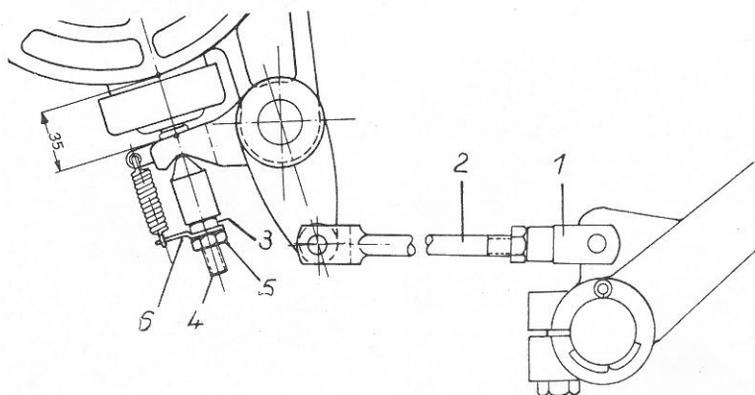

fig. 208
Les freins à pied sont réglés de manière que la distance entre la chape du renvoi et le bord du boîtier de frein soit d'env. 35 mm lorsque la pédale est en appui (fig. 208). Pour régler le frein, déplacer la chape 1 sur la tige 2. Chaque pédale doit avoir une garde de 15 à 20 mm jusqu'à ce que l'action de freinage commence. Pour régler la pédale, déplacer le manchon de réglage 3 sur la tige 4.
Débloquer le manchon de réglage (3, fig. 208): dévisser le contre-écrou 5 jusqu'à ce que la patte 6 se détache du manchon de réglage. En tournant le manchon vers la droite, on fait agir le frein plus tôt, cependant que le réglage vers la gauche fait retarder le freinage. Après le réglage des freins, faire appliquer la plaque sur la largeur du manchon de réglage, de manière que le manchon ne puisse tourner. Rebloquer le contre-écrou.
Si la garde du levier d'arrêt est devenue trop importante, il faut régler le frein à main. Dévisser le contre-écrou (5, fig. 208) jusqu'à ce que la plaque (6) se détache du manchon de réglage (3). En tournant à droite le manchon de réglage,